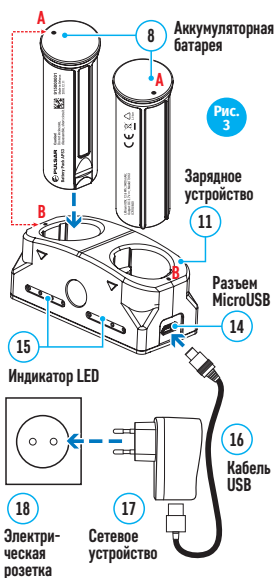

Рис. 3
- Установите аккумуляторную батарею APS2* (8) по направляющей до упора в слот зарядного устройства APS (13) (см. рис.3) из комплекта поставки Вашего прибора или приобретенного отдельно.
- Подключите штекер microUSB кабеля USB (16) к разъему microUSB сетевого устройства (17). Подключите устройство в розетку 100-240В (18).
- Подключите второй штекер кабеля microUSB к разъему (14) зарядного устройства (13).
- Индикация LED светодиода (15) будет отображать статус заряда батареи (см. таблицу).